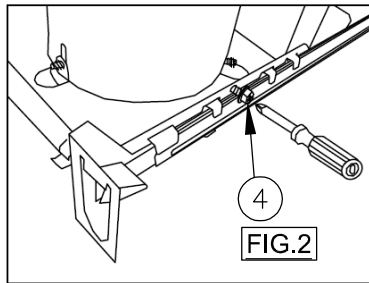

FIG.2
- 1.- For Wooden Joists: Extend the Bar Hangers (1), use joist alignment tabs to locate fixture and hammer the nails (2) into Joists (3). Drive additional nails through holes in Bar Hangers for alternate support if required. Bars may be shortened at score mark to fit tight mounting conditions and joist alignment tabs removed to adjust vertically as needed by breaking off with pliers.
- 2.- Position Housing in desired location relative to the Bar Hangers and tighten the screws (4) to prevent further Housing movement. (Fig.2)
1.- Para vigas de madera: Extienda las barras suspensoras (1), utilice pestañas de alineación con las vigas para colocar el accesorio y clave los clavos (2) en las vigas (3). Inserte clavos adicionales en los orificios de las barras suspensoras para una sujeción complementaria en caso de que sea necesario. Las barras suspensoras pueden recortarse con tenazas por las zonas marcadas para ajustarse a condiciones de montaje estrechas y las pestañas de alineación con las vigas pueden retirarse para ajustarse verticalmente según sea necesario.
2.- Coloque la carcasa en la ubicación deseada junto a las barras suspensoras y apriete los tornillos (4) para evitar que se mueva la carcasa. (Fig.2)
1.- Pour les solives en bois : Étendez les barres de suspension (1), servez-vous des languettes d'alignement des solives pour installer le luminaire et enfoncez les clous (2) à l'aide d'un marteau dans les solives (3). Enfoncez des clous supplémentaires dans les trous de la barre de suspension pour un soutien supplémentaire, si besoin. Les barres peuvent être raccourcies pour s'adapter aux conditions de montage spécifiques et les languettes d'alignement des solives peuvent être retirées pour un ajustement vertical en les rompant avec une pince.
2.- Placez le boîtier dans la position souhaitée par rapport à la barre de suspension et serrez les vis (4) pour éviter tout mouvement du boîtier. (Fig. 2)